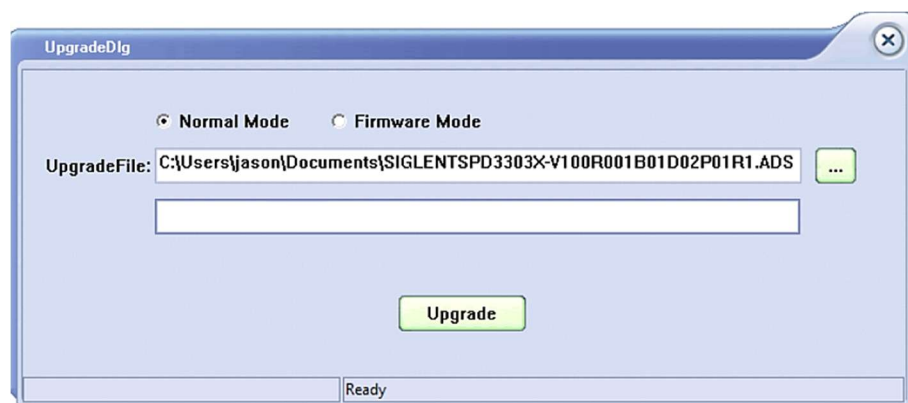
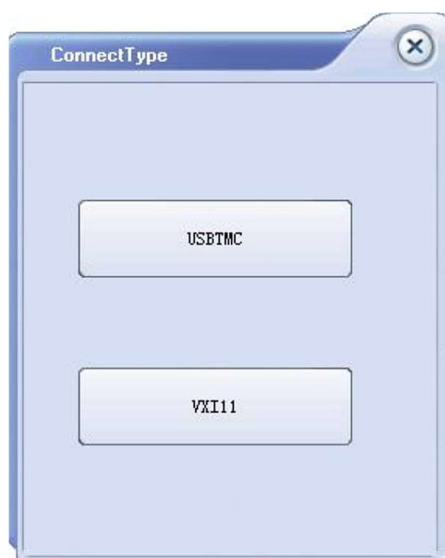

図 4
図 5
4. 図 4 に示すように「アップグレード」をクリックすると、図 5 のダイアログが表示されます。アップグレード方法（USB（USBTMC）または LAN（VXI11））を選択してください。進捗バーが完了するとアップグレードが終了し、機器はアップグレード後のバージョンで動作します。